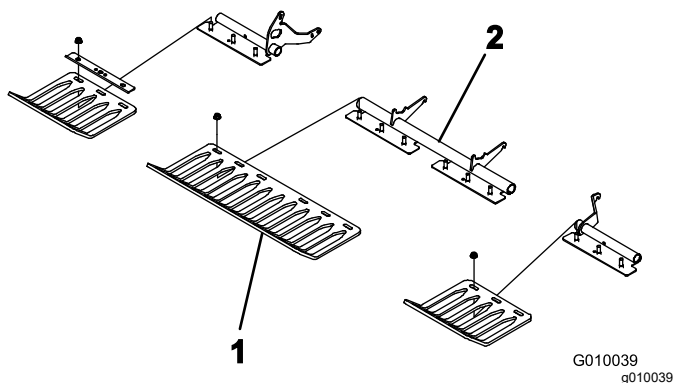

Figure 25
- Fixez légèrement les protège-gazon sur leurs supports à l'aide de 4 brides de serrage et 12 écrous à embase (Figure 25). Ne serrez pas les fixations.
Remarque: À la livraison, les brides de serrage des porte-gazon et les écrous à embase sont fixés sur les supports des protège-gazon (Figure 25).